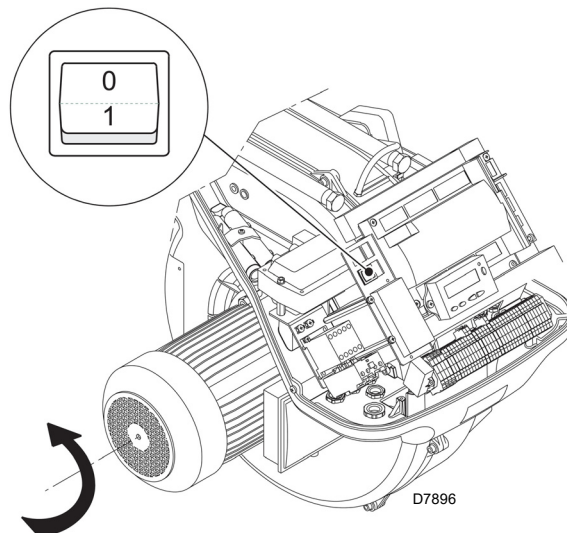

Fig. 28
Fermer les thermostats/pressostats et mettre l'interrupteur de la Fig. 28 en position "1".
Dès que le moteur démarre se positionner devant le ventilateur de refroidissement du moteur ventilateur et contrôler s'il tourne dans le sens contraire à celui des aiguilles d'une montre. Voir la Fig. 28.
- mettre l'interrupteur de la Fig. 28 sur «0» et attendre que la boîte de contrôle réalise la phase d'extinction;
Le brûleur est en état d'attente de demande de chaleur ou le sélecteur «0-1» (Fig. 28 à la page 34) est sur la position «0».
Avec le sélecteur «**0-1**» (Fig. 28 à la page 34) le brûleur ne s'arrête pas immédiatement, mais la phase d'extinction a lieu.